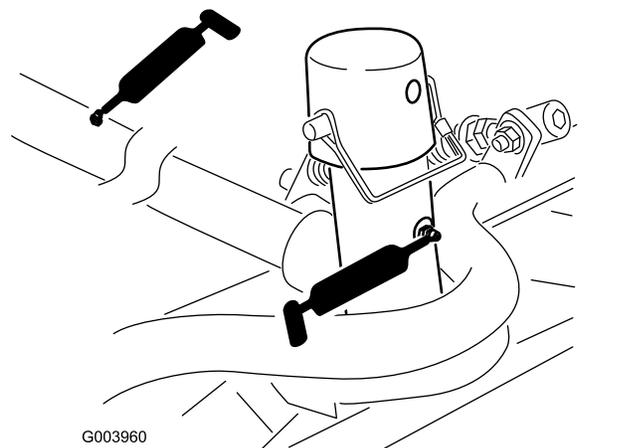

図 108
- キャリアフレームとピボット各カッティングユニットで2ヶ所 **図 108**